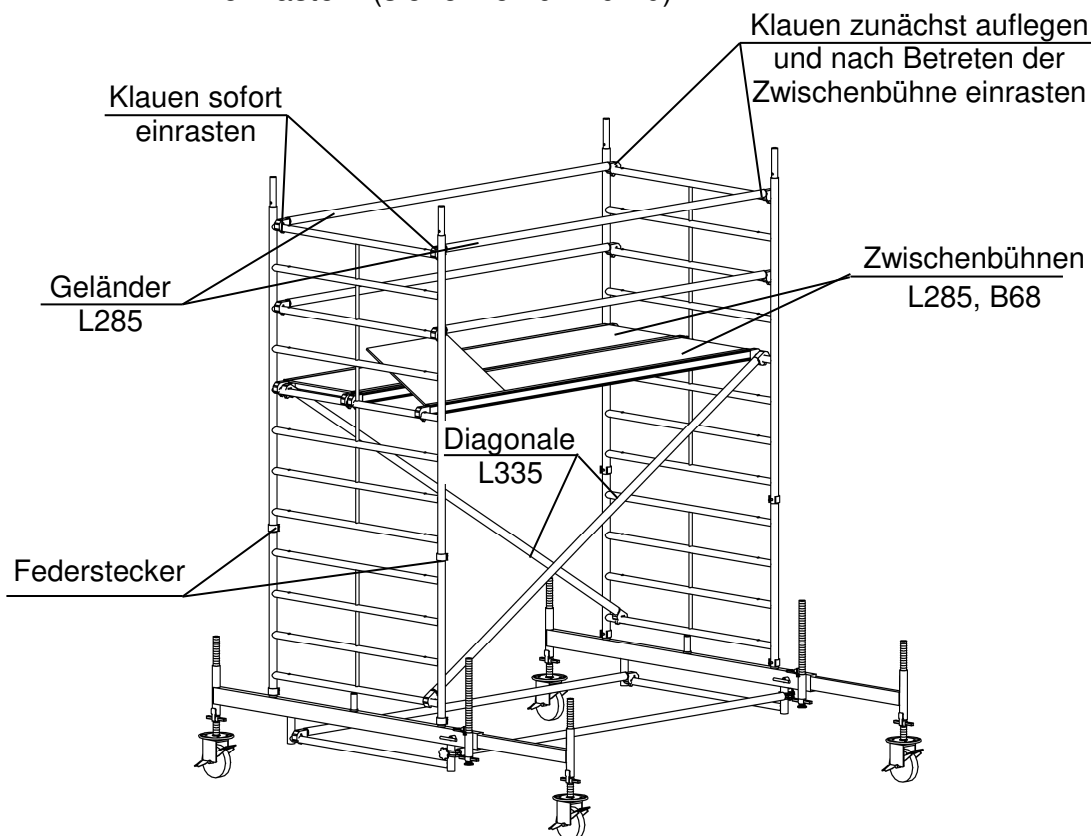
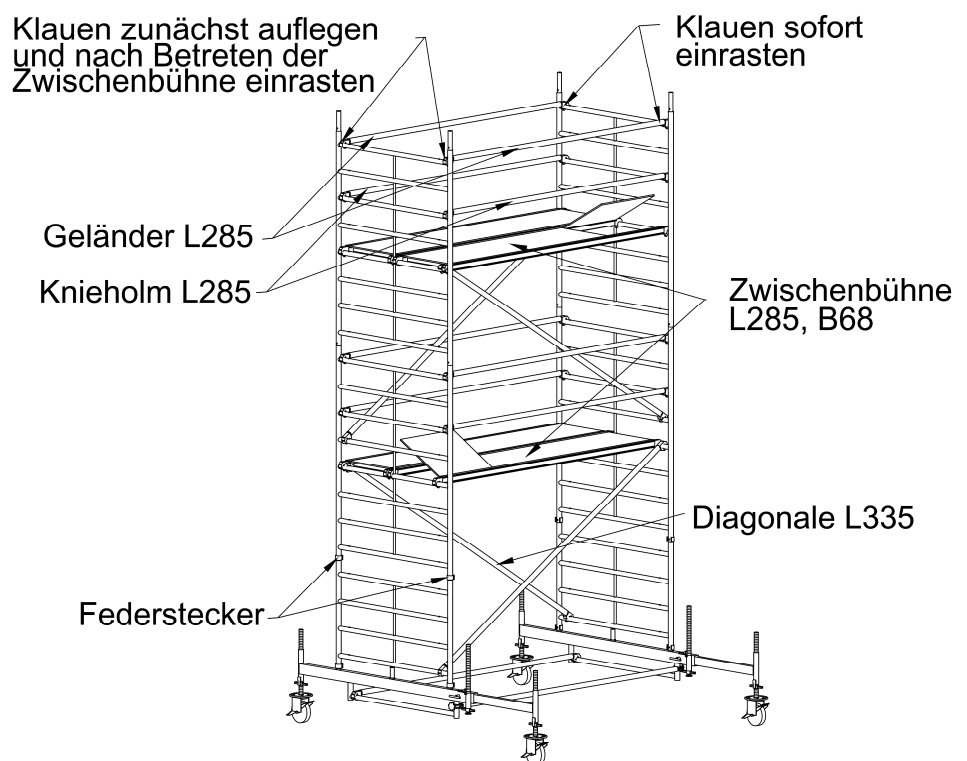
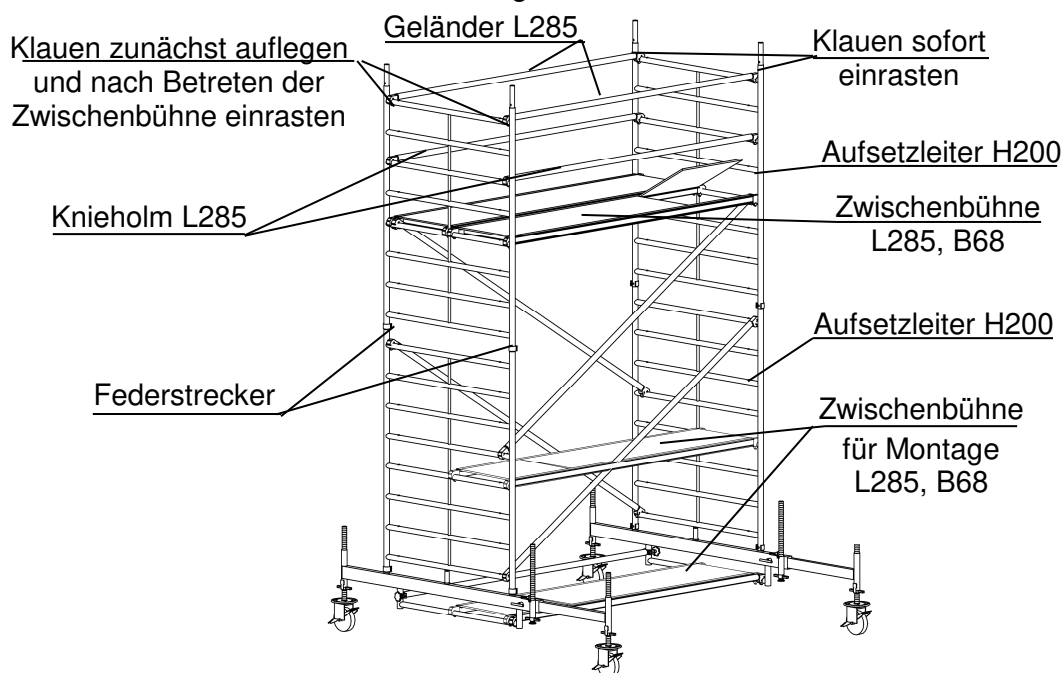

Bild 10: Seitenschutz der Zwischenbühne
Bild 11: Zwischenbühne Standhöhe 4.45 m
Bild 12: Zwischenbühne Standhöhe 3.45 m
- ➔ Die Zwischenbühne betreten und die abliegenden Klauen einrasten. (siehe hierzu Bild 10).
- Zum Seitenschutz der Zwischenbühne (Bild 11) siehe Beschreibung zu Bild 10.
- Eine Arbeitsbühne L285, B68 mit Klappe und eine Arbeitsbühne ohne Klappe als Zwischenbühne auf die jeweils 4. Sprossen der oberen Aufsetzleitern legen und die Schnellverschlüsse einrasten. Zum Seitenschutz der Zwischenbühne (Bild 12) siehe Beschreibung zu Bild 10.
- Oberhalb der Zwischenbühne die nächsten Aufsetzleitern und Vertikaldiagonalen wie bereits zuvor beschrieben und in Bild 11 dargestellt montieren.
- Der Seitenschutz ist wie zu Bild 10 und 11 beschrieben einzubauen.